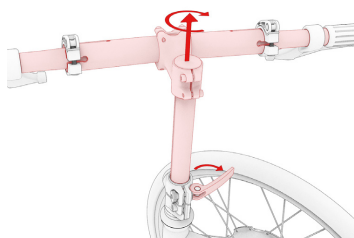

Fig. 2.8
- ⑦ Abra la liberación rápida en la sujeción del tronco del manillar, tire del manillar hasta arriba y gírelo 90 grados en el sentido de las agujas del reloj (Fig. 2.8).